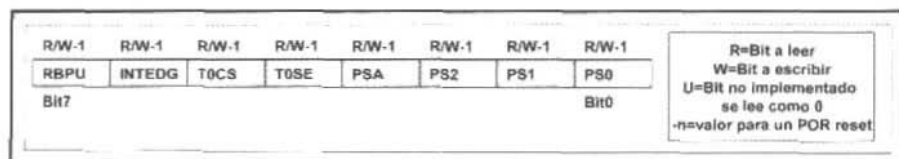

Figura 3. Registro OPTION_REG
- En el puerto B, los terminales tienen una resistencia de *pull-up* interna que se puede habilitar a través del bit *RBPU* del registro *OPTION_REG* (81h, 181h). Si dicho bit es 1, todas las resistencias de *pull-up* estarán deshabilitadas, si es un 0 estarán habilitadas sólo en el caso de que el terminal funcione como entrada (figura 3).